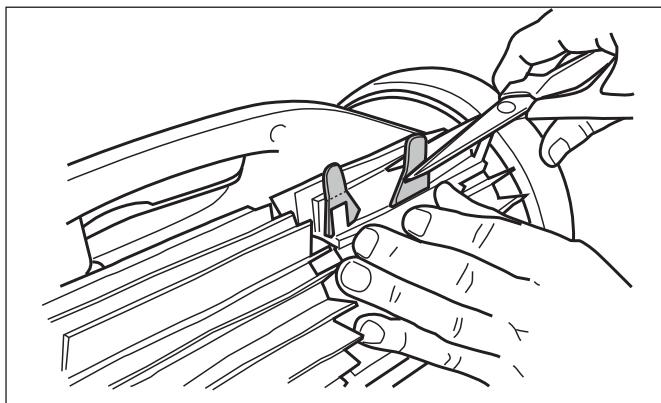

Figura 32. Corte las lengüetas
5. Utilice una tijera para cortar las lengüetas a 3/4 de pulgada del talón de manera que no queden más altas que la hoja de limpieza (Figura 32).